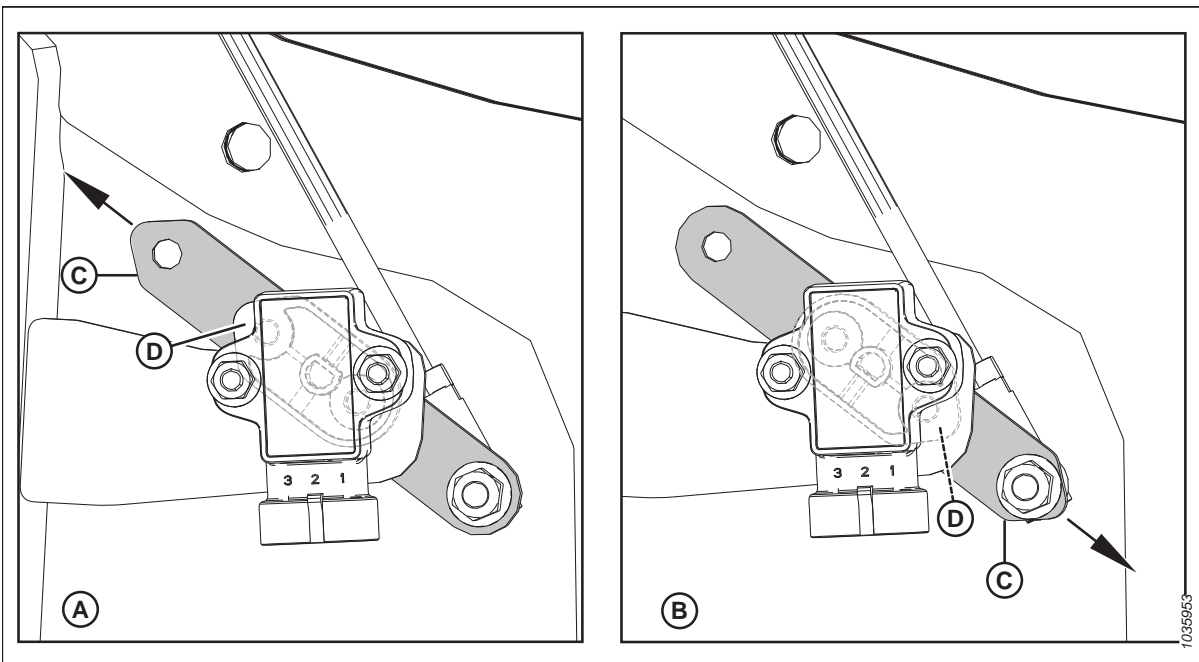

Figura 3.185: Configuraciones de brazo/puntero del sensor
5. Asegúrese de que el brazo sensor (C) y el puntero (D) estén configurados correctamente para la plataforma. Para obtener instrucciones, consulte la Figura 3.185, página 170.